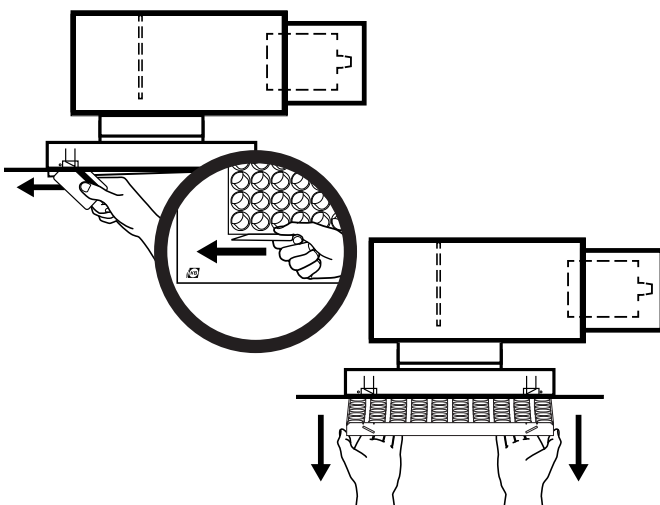

Bild 2. Donets front öppnas enkelt med ett plastkort av kreditkortsstorlek.
- 2) Genom en svepande rörelse frigör clipsfjädern frontplåten, se bild 2. Fäll försiktigt ner donets front. fronten kan fällas ner, alternativt lyftas av helt.